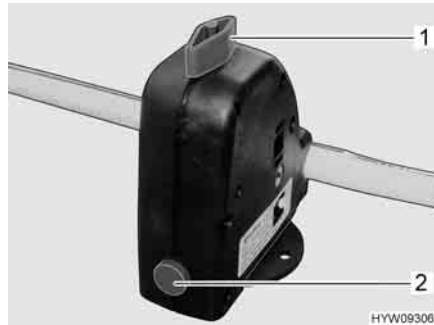

Fig. 144 Valvola di sicurezza/di scarico (boiler)
Il boiler è dotato di una valvola di sicurezza/di scarico (Fig. 144). La valvola di sicurezza/di scarico impedisce che l'acqua congeli nel boiler in presenza di basse temperature esterne, quando il riscaldamento dell'autocaravan non è acceso.
- Chiudere la valvola di sicurezza/di scarico. A tal fine ruotare la manopola (Fig. 144,1) verticalmente rispetto alla valvola di sicurezza/di scarico e premere verso l'interno il bottone automatico (Fig. 144,2).
- Aprire la valvola di sicurezza/di scarico. A tal fine ruotare la manopola (Fig. 144,1) nel senso della lunghezza della valvola di sicurezza/di scarico. Il bottone automatico (Fig. 144,2) scatta all'infuori. Il boiler viene svuotato verso l'esterno tramite la valvola di sicurezza/di scarico.